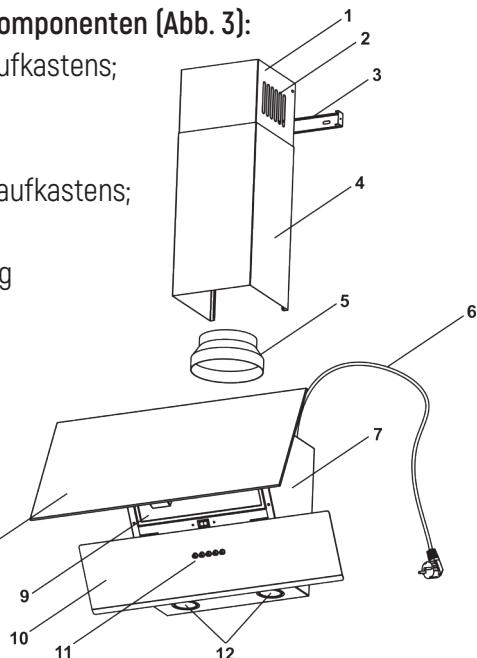

Abb. 3
5.3 Die Haube besteht aus folgenden Komponenten (Abb. 3):